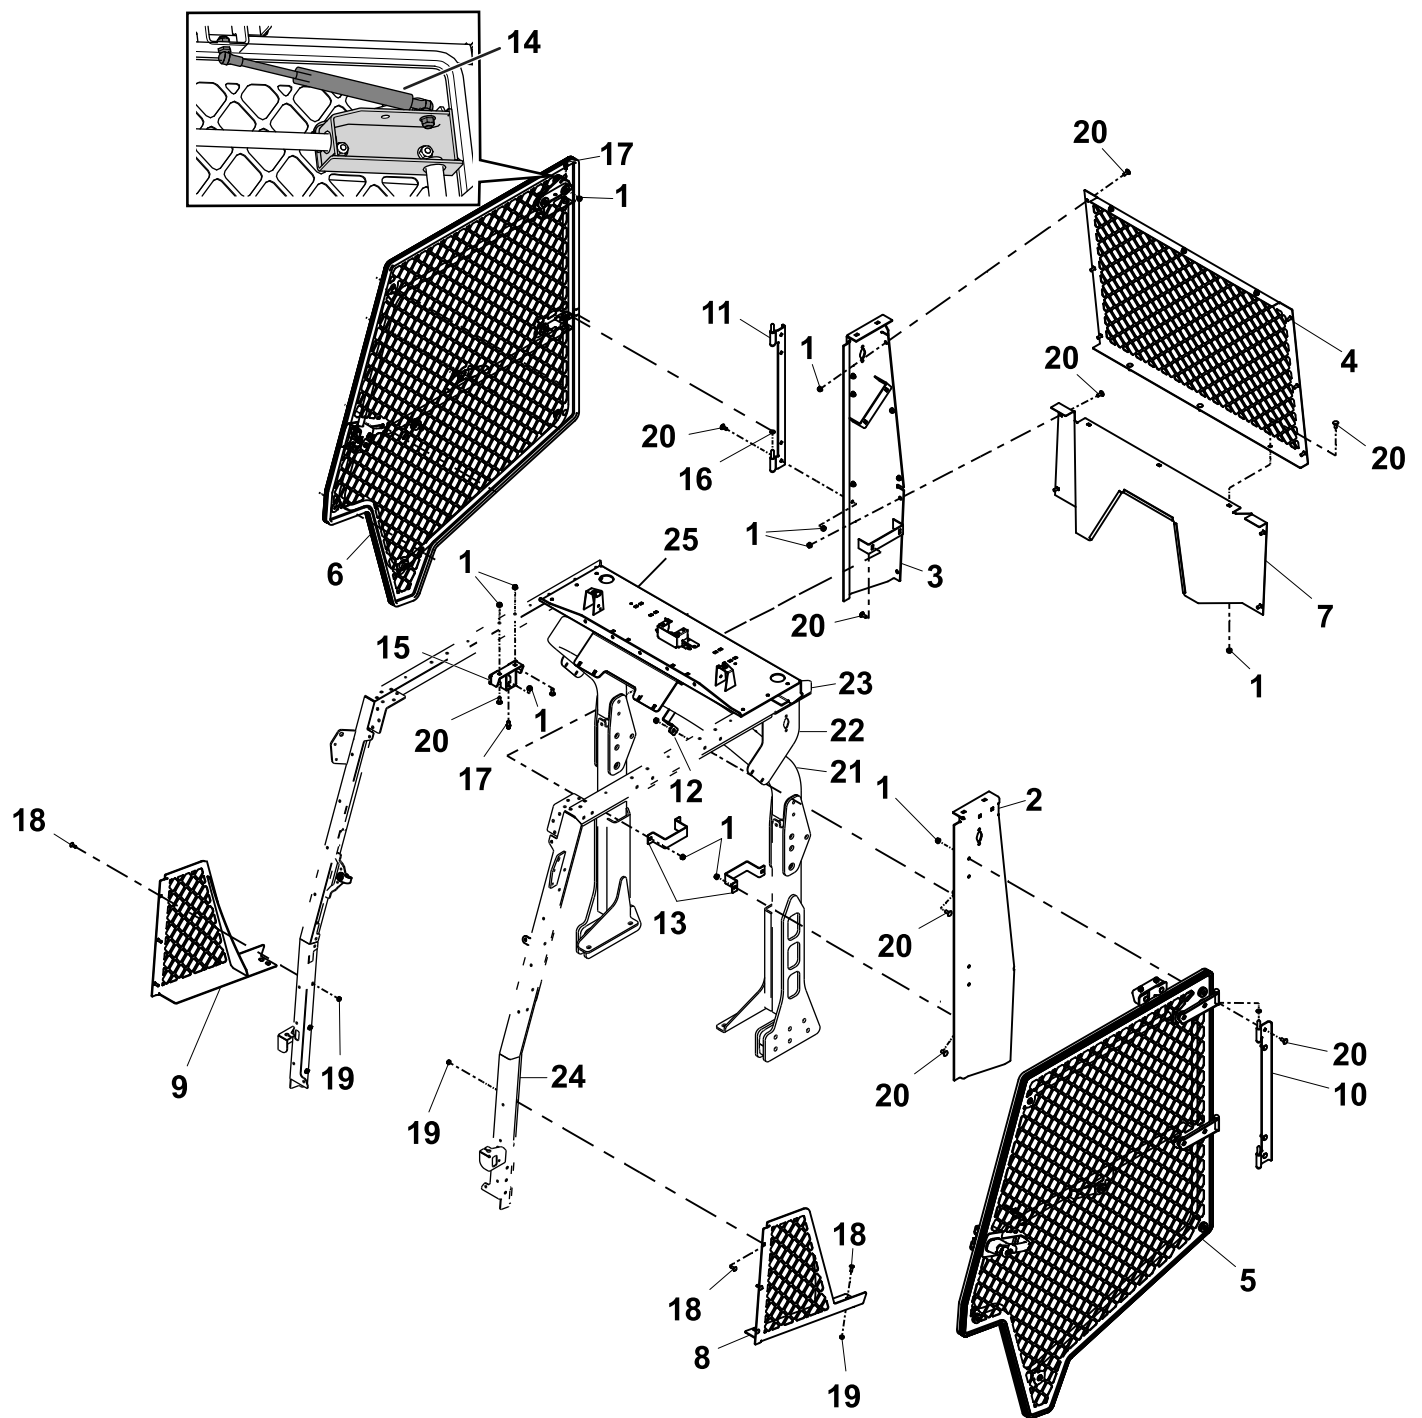

図 2
6. 2 柱式 ROPS エクステンションを搭載しているマシンでは、ROPS ポストライトの取り付けに使用しているサイドパネルを外す 図 2。
以下の作業については、図 2を参照のこと。